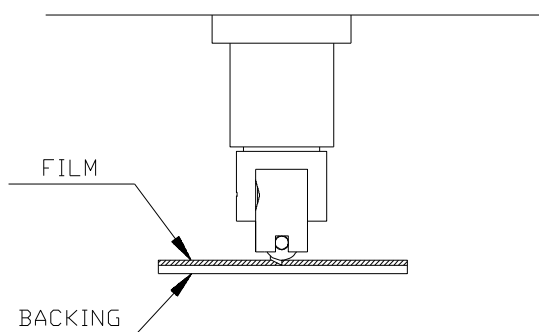

FIGURA 1-7 :
4. Sujetando con una mano la boquilla en su sitio, ajuste la profundidad con la otra mano girando el soporte de la cuchilla en el sentido de las agujas del reloj hasta que la punta de la cuchilla quede apenas visible por debajo de la boquilla, tal y como se muestra en la figura 1-7.